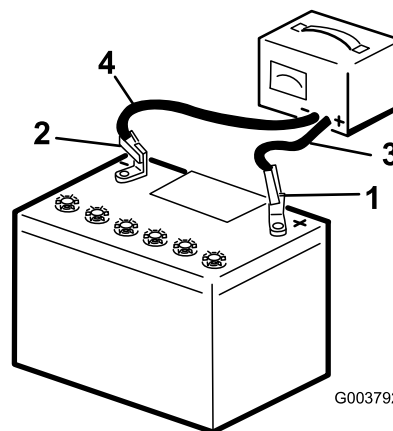

Figura 81
3. Conectați cablul pozitiv al încărcătorului de baterie la borna pozitivă a bateriei (Figura 81).
4. Conectați cablul negativ al încărcătorului de baterie la borna negativă a bateriei (Figura 81).
6. Când bateria este complet încărcată, deconectați încărcătorul de la sursa electrică, apoi deconectați cablurile încărcătorului de la bornele bateriei (Figura 81).